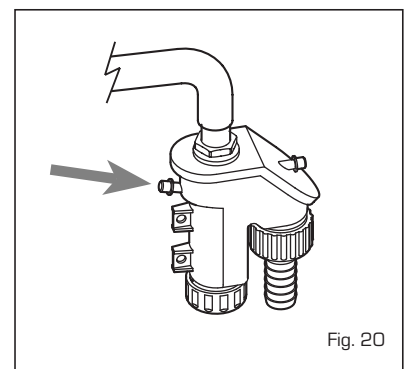

Fig. 20
4.5 MANUTENÇÃO (fig. 20)
com sifão está cheio de água (esta verificação é especialmente necessária quando o gerador fica parado por muito tempo). Esse enchimento é efectuado através do respectivo tampão (fig. 20).